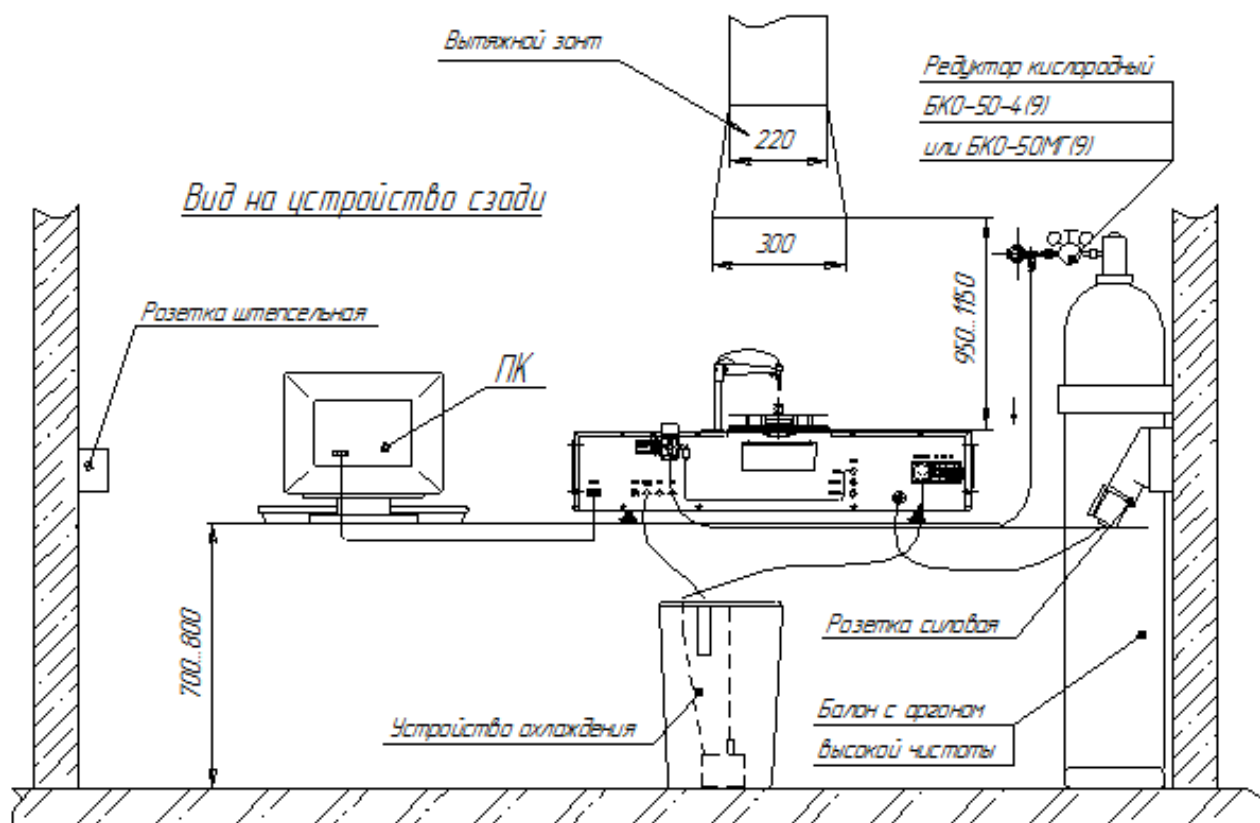

Рис. 2. Схема внешних соединений
- 1.3 Помещение должно быть обеспечено **вытяжной вентиляцией**. Над атомизатором устанавливается металлический зонт, подключённый к системе принудительной вытяжной вентиляции с расходом воздуха $0.5 \div 2 \text{ м}^3/\text{мин}$. Нижняя плоскость зонта должна находиться на высоте $95 \div 115$ см от верхней плоскости прибора. Схема подключения спектрометра и расположение вытяжного зонта показана на рис. 2. Зонт должен быть снабжён регулируемым шибером.
2.3 Схема внешних соединений приведена на рис. 2.